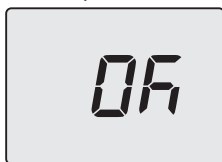

Figura 9.6
- Premendo il tasto 15 (Figura 9.1) si ottiene la conferma del valore inserito. Il display visualizzerà per 5 sec. quanto segue (Figura 9.6) poi, si porterà al livello superiore.